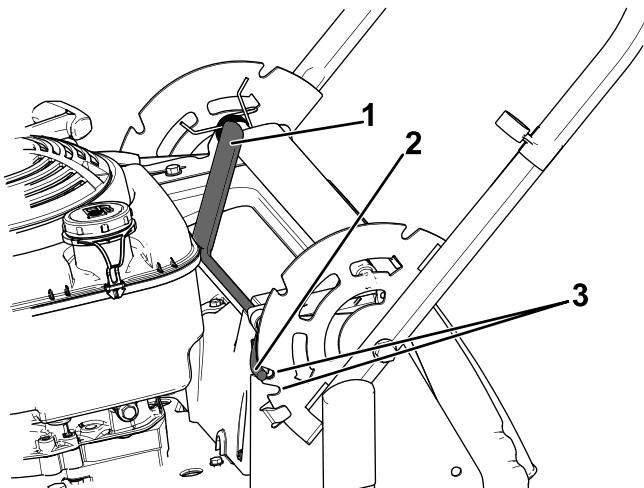

Figure 15
- Tirez le levier de blocage du guidon vers l'arrière pour désengager les goupilles de blocage du guidon (Figure 15).
- Faites tourner le guidon et alignez le cran voulu dans le support de guidon avec les goupilles de blocage du guidon ; voir Figure 15.